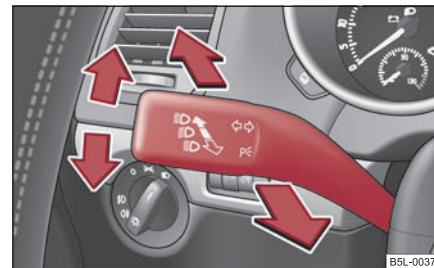

Fig. 60 La palanca de luz intermitente y luz de carretera
- Presione la palanca hacia arriba o hacia abajo ⇒ fig. 60.